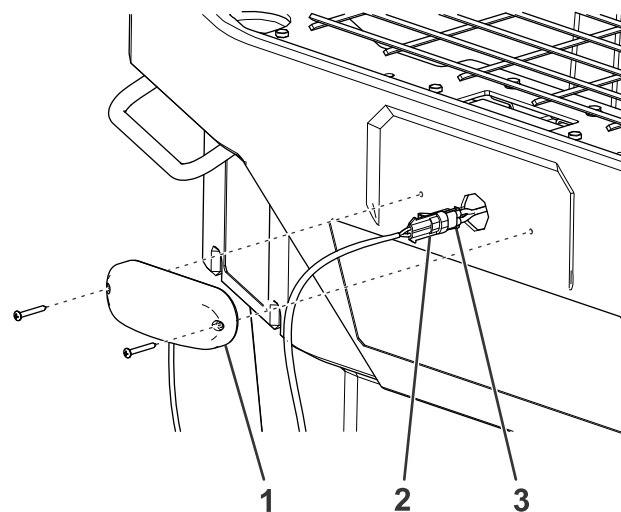

图 6
7. 对于 Forge 撒料机继续步骤 9。对于 VBX 撒料机卸下将后灯固定到料斗的紧固件图 6。
8. 穿过料斗向上拉动线束直至到达撒料器-侧线束的接头图 6。
9. 从撒料机-侧线束断开后灯接头图 6。
10. 将撒料机-侧线束连接至灯具套件线束上的撒料机-侧线束接头图 6 和图 7。
11. 从后灯断开线束图 6。
12. 将灯具组件线束上的 CHMSL 接头连接至后灯图 6 和图 7。
13. 对于 Forge 撒料机继续步骤 14。对于 VBX 撒料机穿过料斗向下拉动线束并安装之前卸下的后灯图 6。